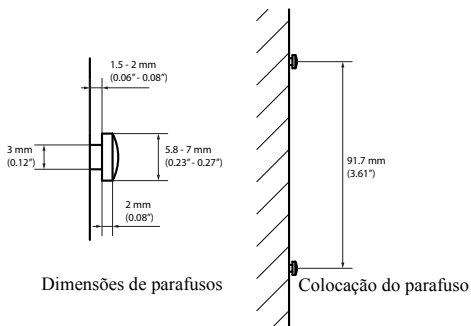

Figura 1
1. Monte os dois parafusos (não incluídos) na parede ou prateleira, como mostra a Figura 1.